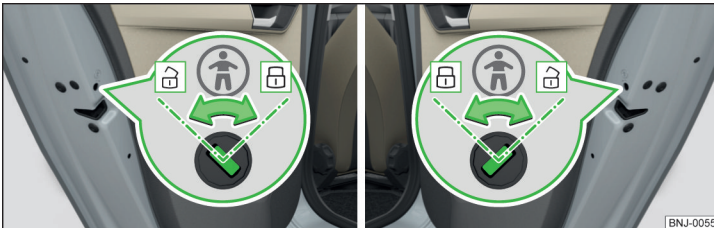

Fig. 35 Portiera spate: stânga/dreapta
**Cuplarea și decuplarea siguranței pentru copii » fig. 35**